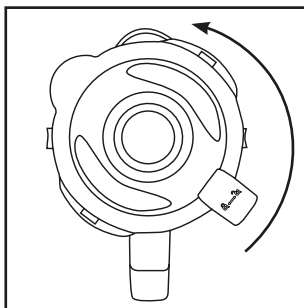

Fig. 1
- 2) Rimuovere il coperchio **2**, ruotandolo in senso antiorario in direzione della posizione ↶ (vedere Fig. 1), fino a poterlo estrarre verso l'alto.